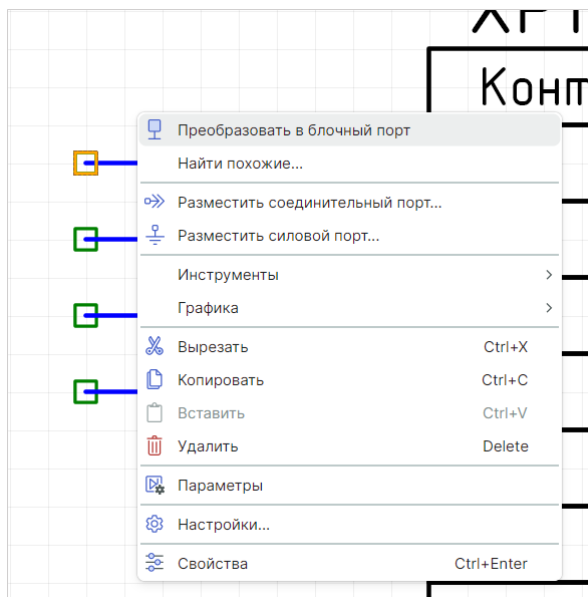

Рис. 270 Размещение блочного порта на свободном окончании цепи
1. Выберите свободное окончание цепи, вызовите контекстное меню и выберите пункт «Преобразовать в блочный порт», см. Рис. 270.